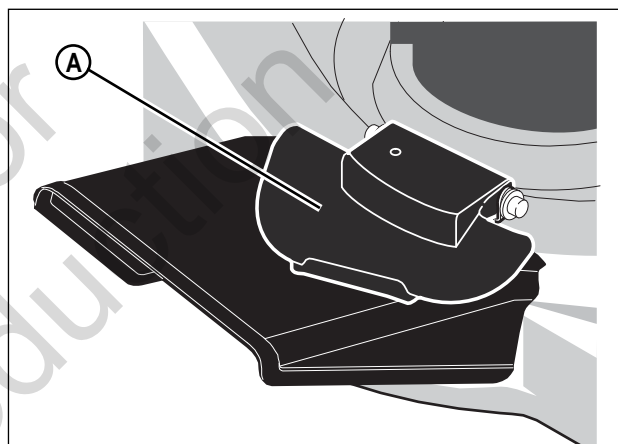

Figure 10 : Relâchement du couvercle de déchiqueteuse
4. Rabaissez le couvercle de la déchiqueteuse (**A, Figure 10**).